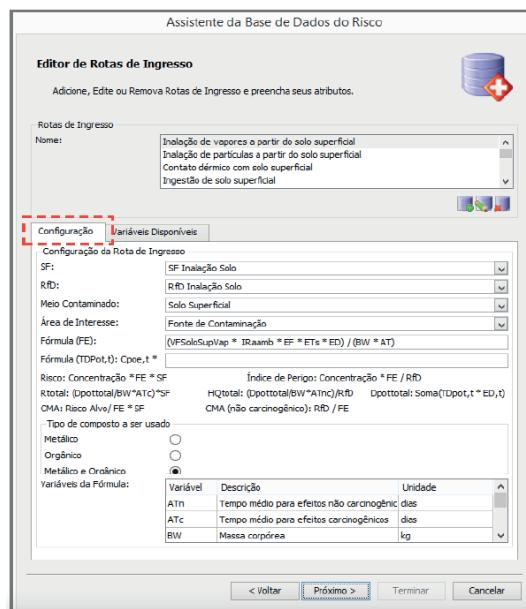

Figura 2.115 Aba Configuração do Editor de Rotas de Ingresso.
- Editor de Rotas de Ingresso:** nesta janela são definidas ou editadas as *rotas de ingresso* (Figura 2.115). Na parte superior pode-se criar, alterar o nome ou excluir uma rota de ingresso. Na parte inferior, aba *Configurações*, é configurada a rota que foi selecionada na parte superior, como: parâmetros toxicológicos (SF – fator de carcinogenicidade e RfD – dose de referência) necessários, meio contaminado, área de interesse (fonte de contaminação ou unidade de exposição), fator de exposição (FE) e tipo de composto (orgânico e/ou metálico) associados à rota escolhida.